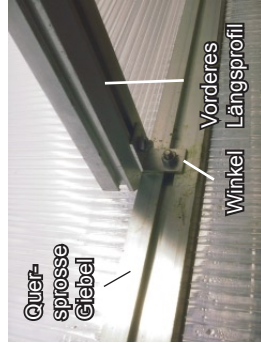

Bild 3
- In den vorderen und den unteren Schraubkanal (Bild 1) des vorderen Längsprofils, pro Mittelbügel eine Schraube M6 einziehen. Das Profil auf die Giebelstreben auflegen und mit den Winkeln an den Querstreben verschrauben (Bild 3).